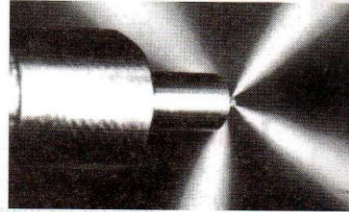

Figure 6.2. Pulvérisation d'un injecteur à trous
- pression d'injection, qualité de la pulvérisation (fig. 6.2) (modèle d'injecteur), point d'injection, nombre d'injections, et taux d'introduction (quantité de carburant injecté par degré vilebrequin) ;